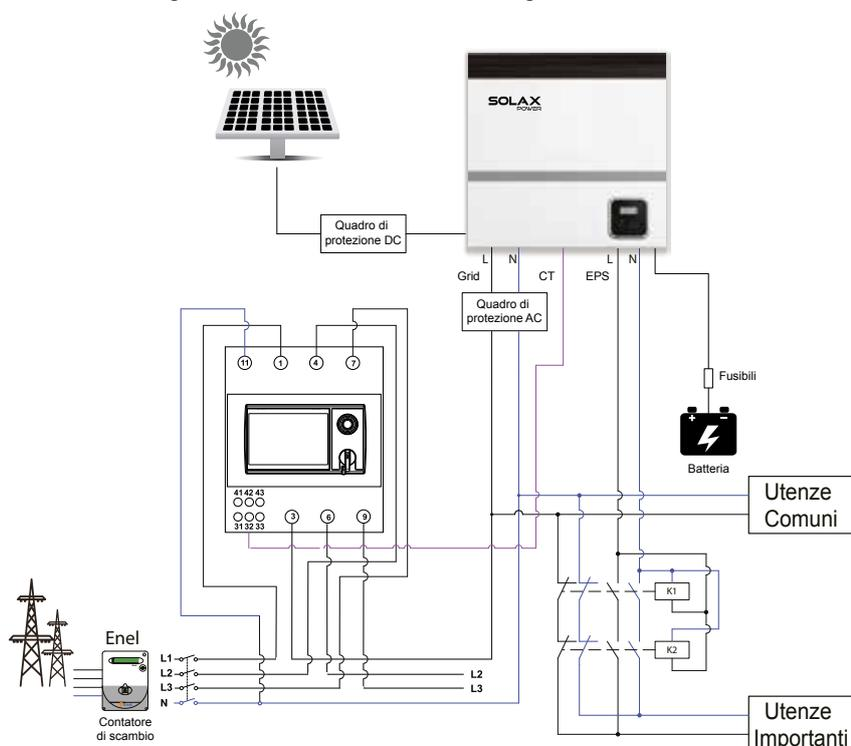

Fig. 1 - Collegamento elettrico Meter Trifase
2.1. Collegare il meter seguendo le istruzioni della fig. 1